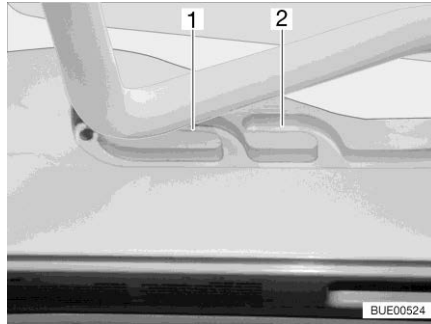
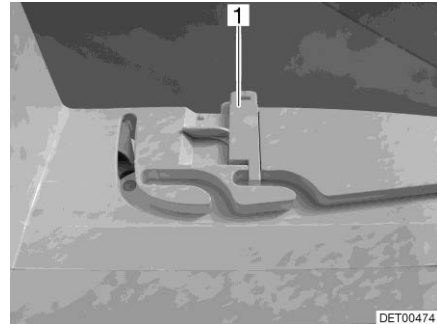

Fig. 113 Guida (posizione di ricircolo d'aria)
Fig. 114 Bloccaggio (posizione di ricircolo d'aria)
È possibile portare l'oblò Heki in due posizioni di ricircolo d'aria: Posizione brutto tempo (Fig. 113,1) e posizione centrale (Fig. 113,2). A seconda del modello, l'oblò può essere bloccato sulla posizione centrale del suo telaio con i due chiavistelli (Fig. 114,1) di sinistra e destra.
- Premere la staffa leggermente verso l'alto, spingerla nella guida selezionata (Fig. 113,1 o 2) ed eventualmente bloccarla.